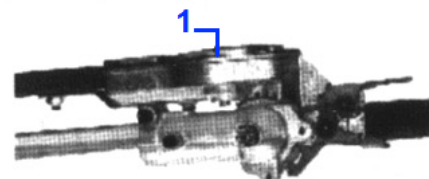

Fig. HT8
2. Adottando le procedure descritte alla pagina precedente, ruotare il gruppo di taglio fino a metterlo in parallelo al tubo. Accertarsi che il fermo e lo sganciatore della chiusura tornino stabilmente in posizione di bloccaggio. (Fig.HT8)